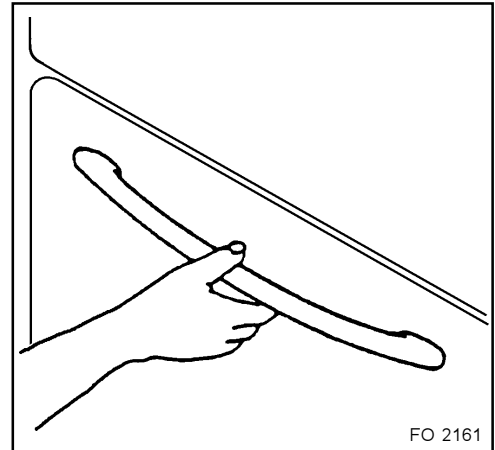

Fig. 3
- placez le thermostat sur le repère MAX (250) et le sélecteur sur la position (☐);
**!** Pour ouvrir la porte du four, empoignez toujours la poignée au centre (fig. 3).